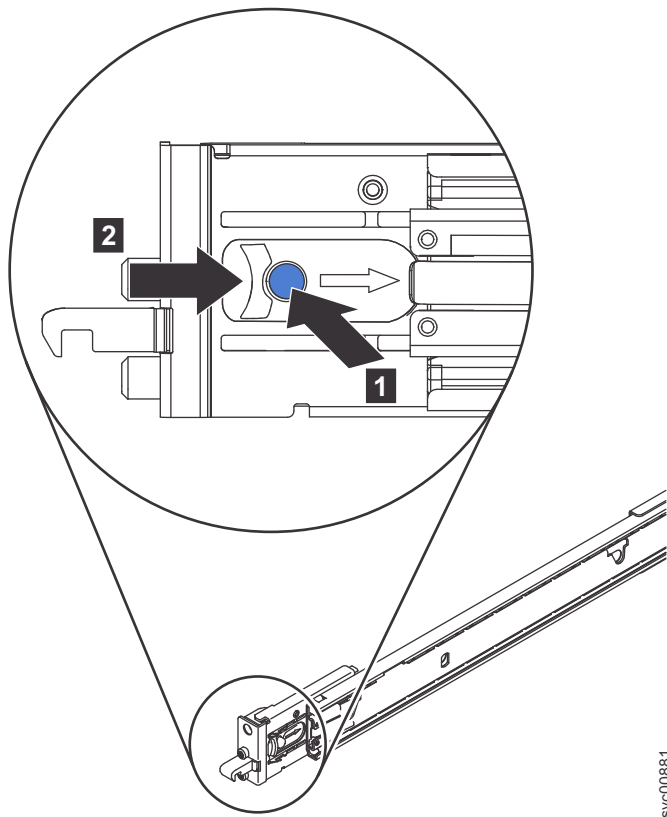

図 65. 前面スライド・レール・ラッチを開く
4. 受け取った時点でラッチが閉じている場合は、97 ページの図 65 に示されているように、青色のボタン **1** を押し込み、ラッチ **2** を押し戻して、開きます。